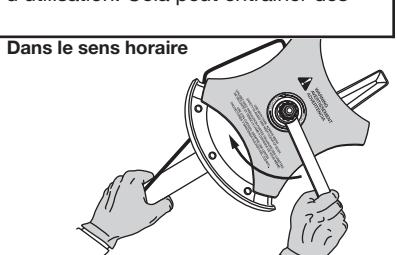

Fig. 14
3. Tenez la tige de blocage et desserrez l'écrou de la lame en le tournant à droite avec une clé fermée ou à douille de 13 mm (Fig. 14).